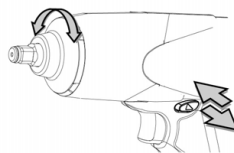

Fig. 5
4. Skift maskinens retning (Se Fig. 5) ved at bruge retningsomskifteren til højreløb/venstreløb på drivenheden. Rotationsretningerne er også vist på forsiden af bjælken.